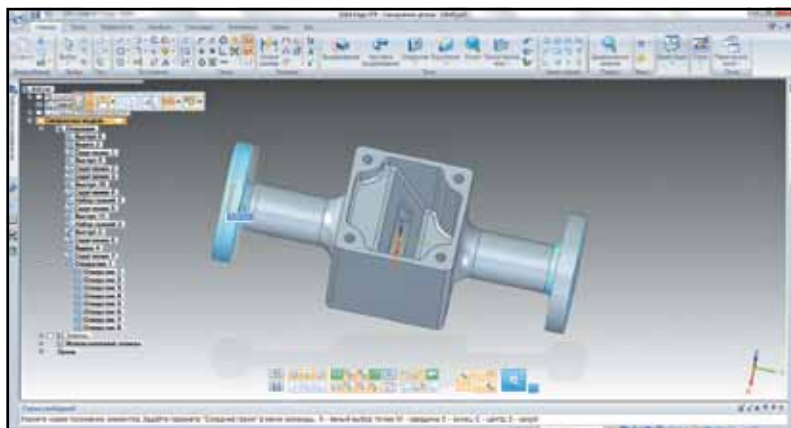

Рис. 2. Корпус клапана, созданный в синхронной среде Solid Edge ST5
- ▶ **Работа с геометрией деталей прямо из уровня сборки.** За счет возможности работать с геометрией напрямую в Solid Edge можно модифицировать и подгонять детали друг к другу непосредственно из сборки (рис. 2). В отличие от большинства современных пакетов, в которых для редактирования необходимо перейти в режим правки детали по месту либо открыть деталь в отдельном окне, вследствие чего теряются наглядность и точность позиционирования модифицируемого элемента детали, в Solid Edge переход в среду модели не требуется, что существенно экономит время на подгонку сборки.